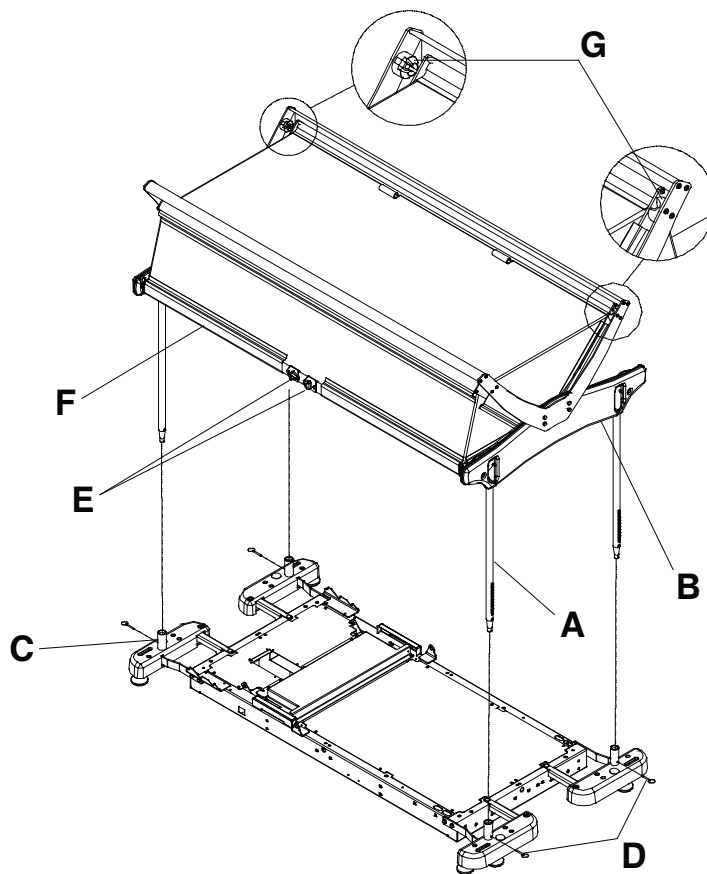

图 18 – 带支撑架的保护床顶
1. 按下位于每个立柱顶部的锁定销 (A)，并将立柱插入塑料结构的插槽 (B) 内 (图 18)。其他立柱重复此操作。
2. 将四根立柱安装在附件支架套筒内 (C) (图 18)。
3. 使用 9/16 英寸 多用扳手，通过四个连接销 (D) 将立柱锁定在附件支架套筒内 (图 18)。
1. 要部分打开保护床顶，挤压两个释放旋钮 (E) 并抬高下护栏 (F) 直至通过锚固点 (G) (图 18)。松开旋钮并降低护栏直至其靠在锚固点上。
2. 要完全打开保护床顶，挤压两个释放旋钮 (E)，并将下护栏 (F) 抬高至最高高度，然后松开旋钮 (图 18)。
3. 要关闭部分打开的保护床顶，从锚固点 (G) 抬高下护栏 (F)，并挤压两个释放旋钮 (E)，同时使护栏降低至关闭位置 (图 18)。松开旋钮。
4. 要关闭完全打开的保护床顶，挤压两个释放旋钮 (E)，并使下护栏 (F) 降低至关闭位置 (图 18)。松开旋钮。